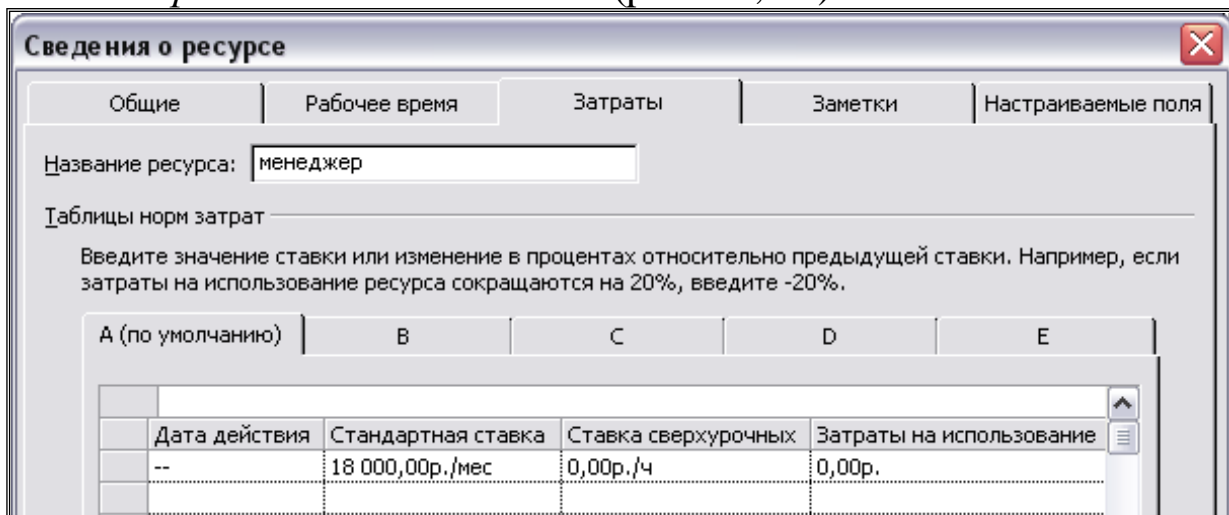

Рис. 18. Оплата менеджера в поле «Стандартная ставка»
7. Заполните стандартные ставки оплаты трудовых ресурсов на вкладке *Затраты* диалогового окна «Сведения о ресурсе» в поле *Стандартная ставка* (нормированный тип затрат у всех трудовых ресурсов, кроме программиста). Оплата программиста вводится в поле *Затраты на использование* (рис. 18, 19).